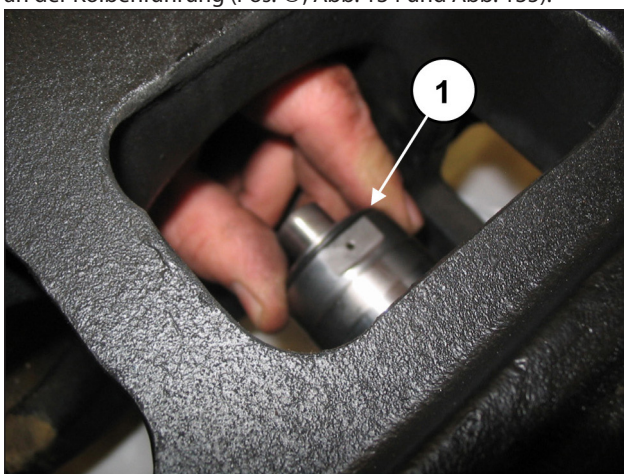
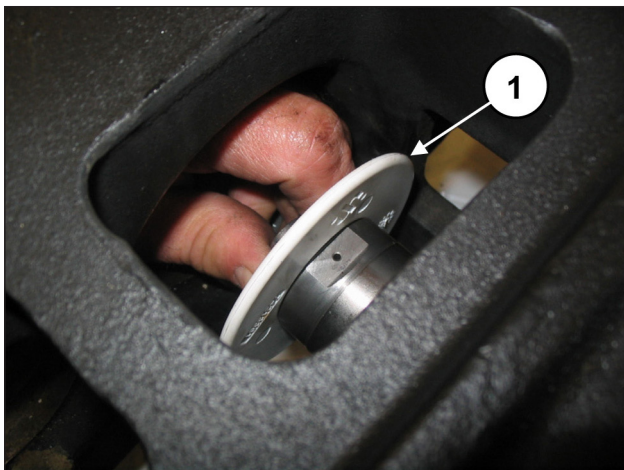

Abb. 134
Abb. 135
Montieren Sie den Spritzschutz samt O-Ring in die Aufnahme an der Kolbenführung (Pos. ①, Abb. 134 und Abb. 135).